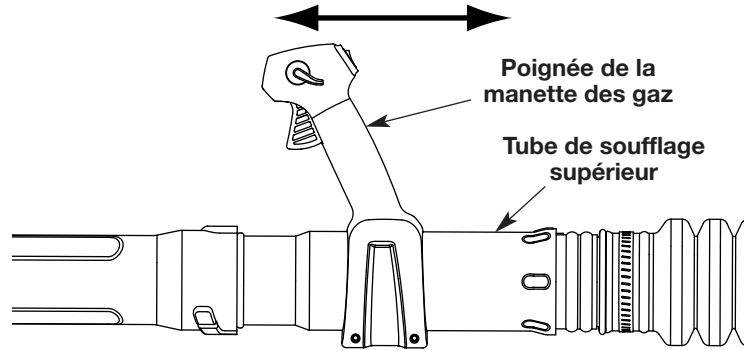

Fig. 7
1. Bougez la prise de la manette des gaz vers un endroit sur le tube de soufflage supérieur qui vous est confortable (Fig. 7).